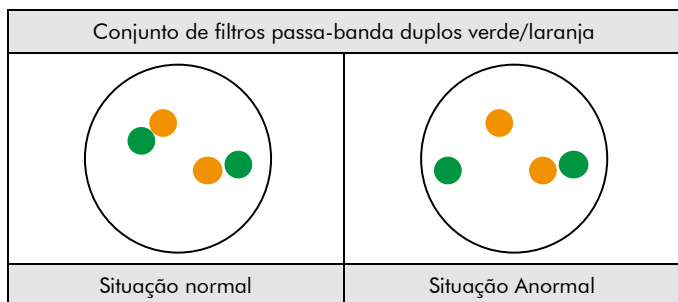

Fig. 2: Resultados esperados em núcleos normais e anormal
**Situação normal:** Nas interfases de células normais ou de células sem uma translocação que envolva a região do gene PDGFB, aparecem dois sinais de fusão verde/laranja (ver Fig. 2).
**Situação anormal:** Uma região do gene PDGFB afectada por uma translocação é indicada por um sinal verde separado e um sinal laranja separado (ver Fig. 2).